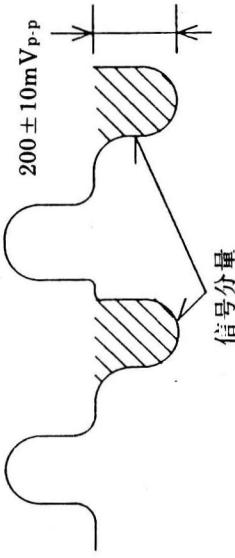

图 45
步骤：① 变焦在全拉近位置（全长焦位置），并拍摄卤素灯（3200K），如图 45 所示；